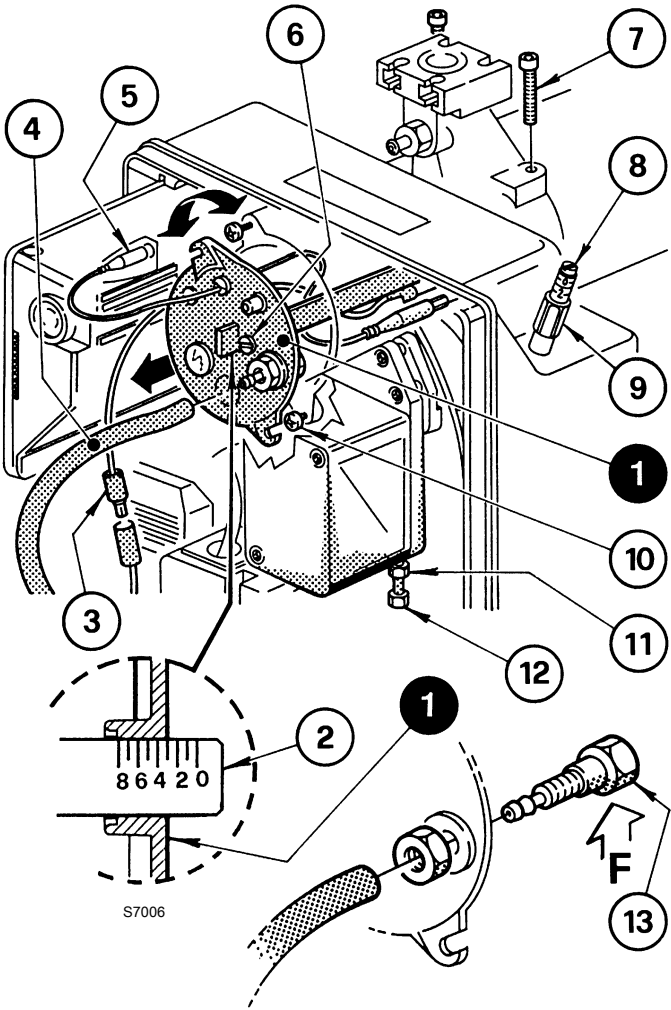

图 11
通过顺时针或反时针转动调节螺丝 6) (图 11) 进行调整，直到调节杆 2) 上的刻痕与与燃烧头总成 1) 的外表面对齐。
在 图 11 中，燃烧头调节杆设定在刻痕 3。
- 分断连接 3) 和 5) (图 11) ；
- 拆卸管 4) 并拧松螺钉 10) (图 11) ；
- 拧松并取下螺钉 7) ，略向右转动拆下燃烧头座总成 1) (图 11)。
拆卸时注意不要改变在弯头 - 支架 2) (图 11) 上的设定位置。
以相反次序重复上述程序将燃烧头总成 1) (图 11) 装回到原来位置。
拧紧螺钉 7) (图 11) ，但不完全锁紧。以拧紧力矩 3 - 4 牛米锁紧。
如果压力测试点 13) (图 11) 意外松动，建议加以正确固定，确保燃烧头总成 1) (图 11) 上的孔 (F) 朝下。